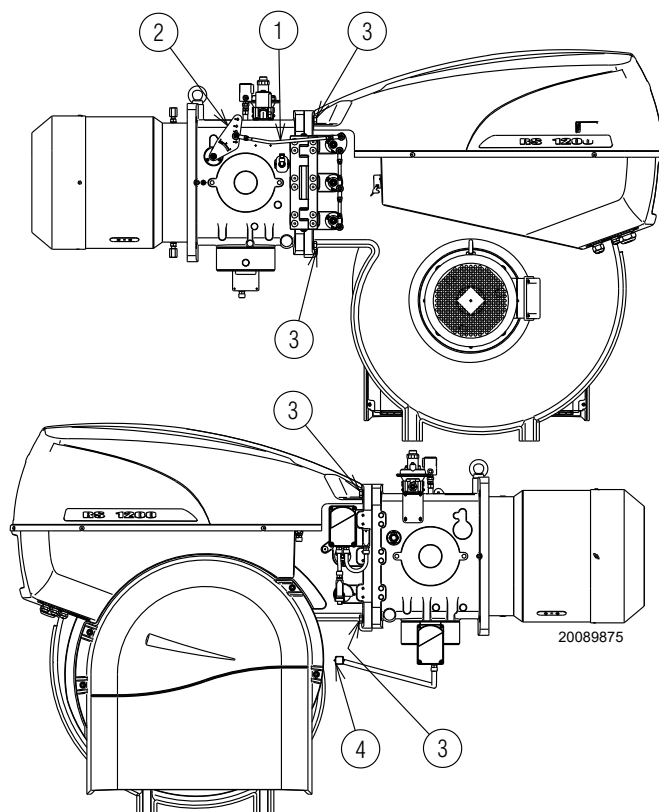

Fig. 33
- Aflojar la tuerca 2) y quitar el tirante 1)(Fig. 33) de la palanca de movimiento del cabezal.